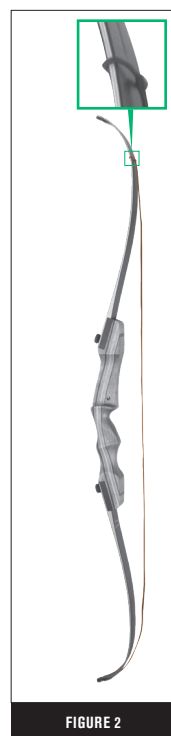

FIGURE 2
2. Glisser la petite boucle, soit celle du bas, sur l'extrémité de la branche inférieure, et la fixer dans la rainure de la corde. (Fig. 2)